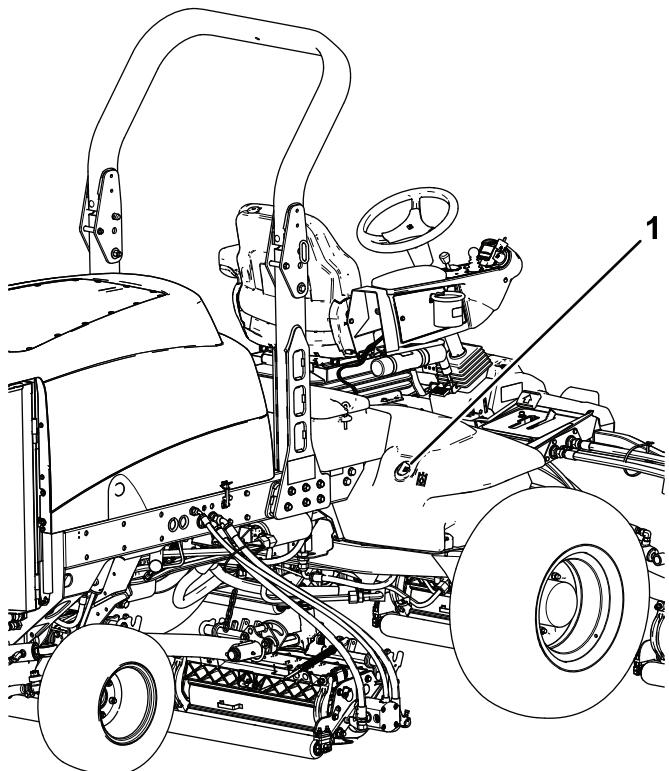

Figura 106
2. Limpie la zona alrededor del cuello de llenado y el tapón del depósito hidráulico (Figura 106).